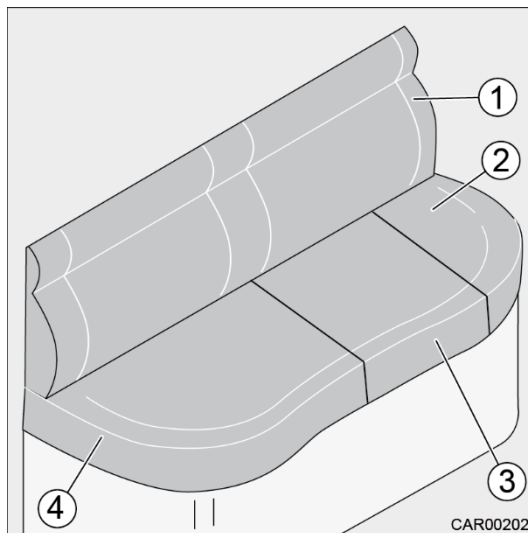

Fig. 24 Transformation du 5e siège
- Retirer tous les coussins (Fig. 24/1, 2, 3 et 4).
- Enlever le coussin amovible (Fig. 24/2) du coussin d'assise (Fig. 24/3) et le ranger.
12. Installer le coussin d'assise (Fig. 24/3).